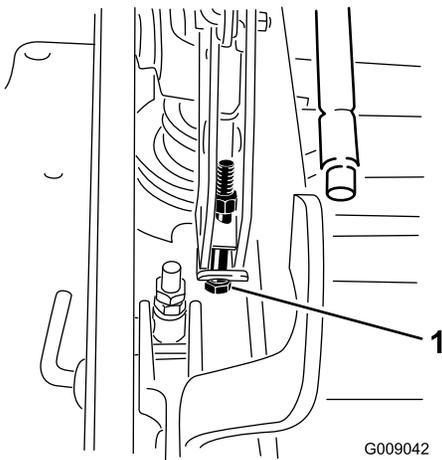

Figure 95
11. Si le tablier est trop bas, serrez le boulon de réglage monopoint dans le sens horaire. Si le tablier est trop haut, desserrez le boulon de réglage monopoint dans le sens antihoraire (Figure 95).